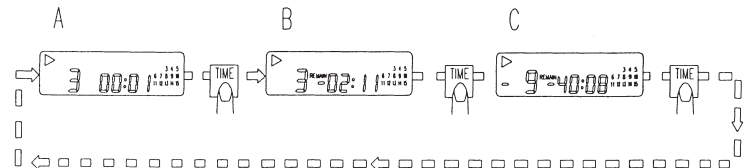

Fig. 14
10. Display de tiempo (fig.14)